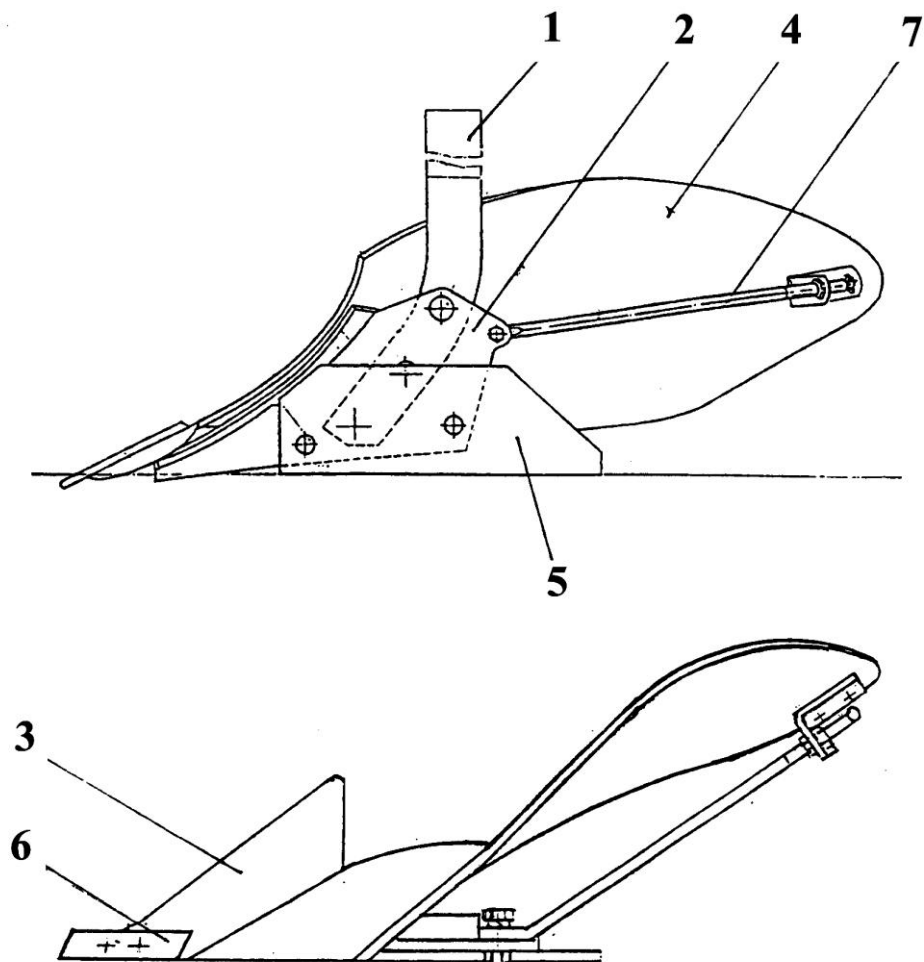

Рисунок 2 – Корпус:
2.3 Плуг имеет три правооборачивающих и три левооборачивающих корпуса. Корпус (рисунок 2) состоит из стойки 1, на которой крепятся башмак 2 с лемехом 3, долотом 6, отвалом 4 и боковиной (полевой доской) 5. Между боковиной башмака и отвалом установлена распорка 7.